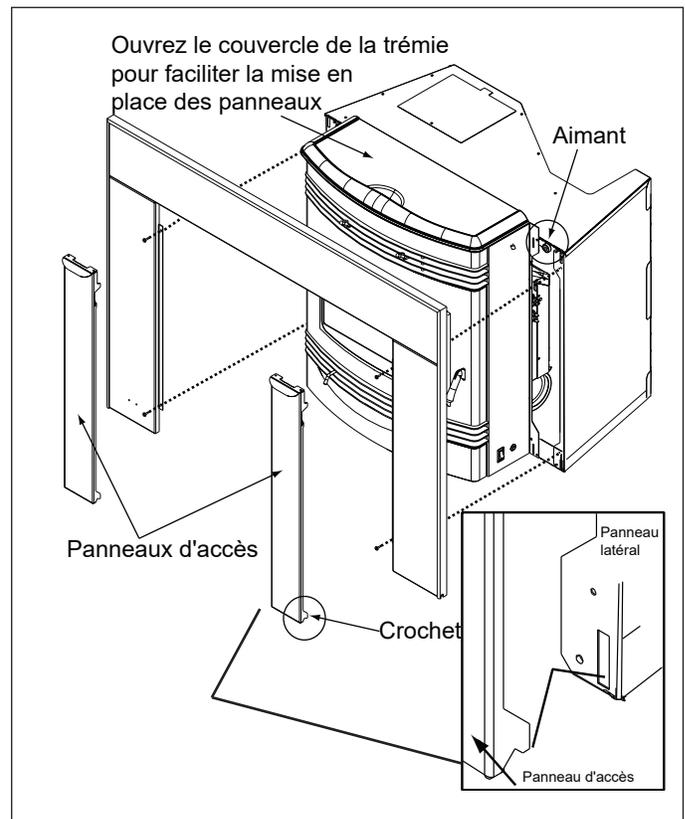

Figure 22.3
2. Ouvrez le couvercle de la trémie en le tirant vers vous. Cela facilitera la mise en place des panneaux. Fixez les panneaux au foyer encastré, en utilisant 2 vis par pied, comme il est indiqué sur la **figure 22.3.**
5. Installez les panneaux d'accès. Au bas du panneau d'accès se trouvent 2 crochets qui se glissent dans une fente au bas du panneau latéral. Un aimant situé en haut du panneau d'accès permet son maintien en place. **Figure 22.3.**